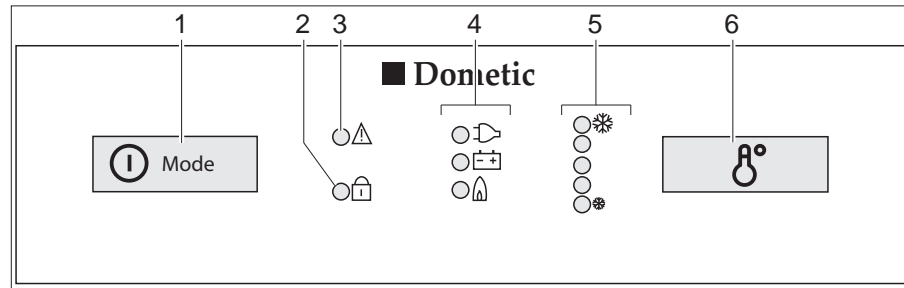

Bild 226 Bedienelemente für den Kühlschrank (Dometic 8er-Reihe mit MES)
- Den Einschalter/Energie-Wahlschalter (Bild 226,1) 2 Sekunden lang drücken, um das Gerät einzuschalten. Die LED der zuletzt gewählten Betriebsart leuchtet auf.
- Ggf. den Einschalter/Energie-Wahlschalter (Bild 226,1) mehrmals kurz drücken, bis die Betriebsanzeige Gas "🔥" aufleuchtet. Die Gaszufuhr ist geöffnet. Der Zündvorgang erfolgt automatisch. Ein tickendes Geräusch ist hörbar, bis der Zündvorgang erfolgreich abgeschlossen ist.
- Die Kühltemperatur mit dem Schalter für die Temperatureinstellung (Bild 226,6) einstellen.
- Ggf. den Einschalter/Energie-Wahlschalter (Bild 226,1) mehrmals kurz drücken, bis die Betriebsanzeige 230 V "⚡" aufleuchtet.
- Ggf. den Einschalter/Energie-Wahlschalter (Bild 226,1) mehrmals kurz drücken, bis die Betriebsanzeige 12 V "⚡" aufleuchtet.